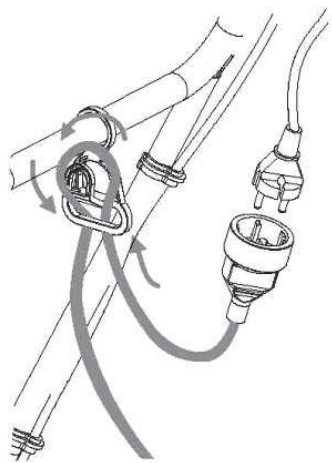

рис. 3
7.1.1 Подключите удлинитель к вилке шнура питания. Закрепите удлинитель на верхней части рулевого управления, как показано на рис. 3. Удлинитель в комплект поставки не входит и приобретается отдельно.